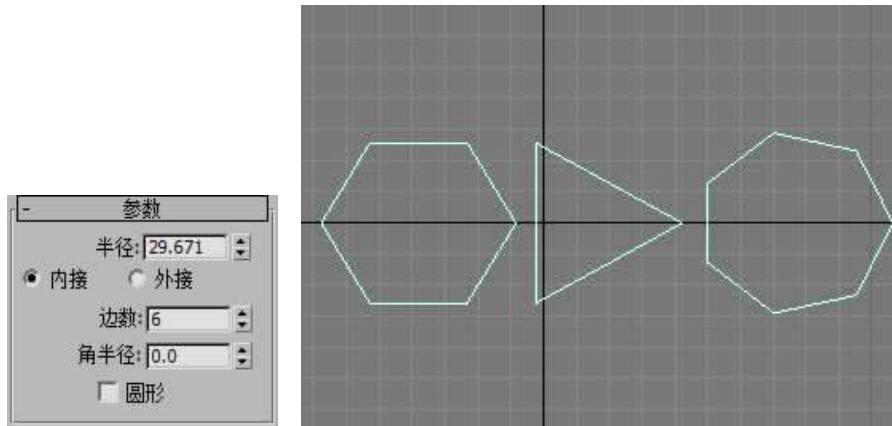

图 2-30 多边形参数
使用“多边形”可创建具有任意面数或顶点数 (N) 的闭合平面或圆形样条线，如图 2-30 示。